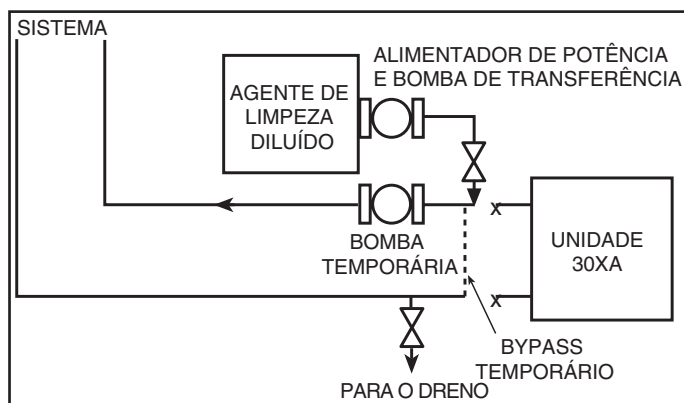

Fig. 6 - Configuração Típica para o Processo de Limpeza
1. Instale uma derivação (bypass) temporária em torno do chiller para evitar a circulação de água suja e partículas dentro do pacote de bomba e chiller durante a descarga. Utilize uma bomba de circulação temporária durante o processo de limpeza. Além disso, certifique-se que existe a capacidade de completar a drenagem do sistema após a limpeza. Veja a Fig. 6.